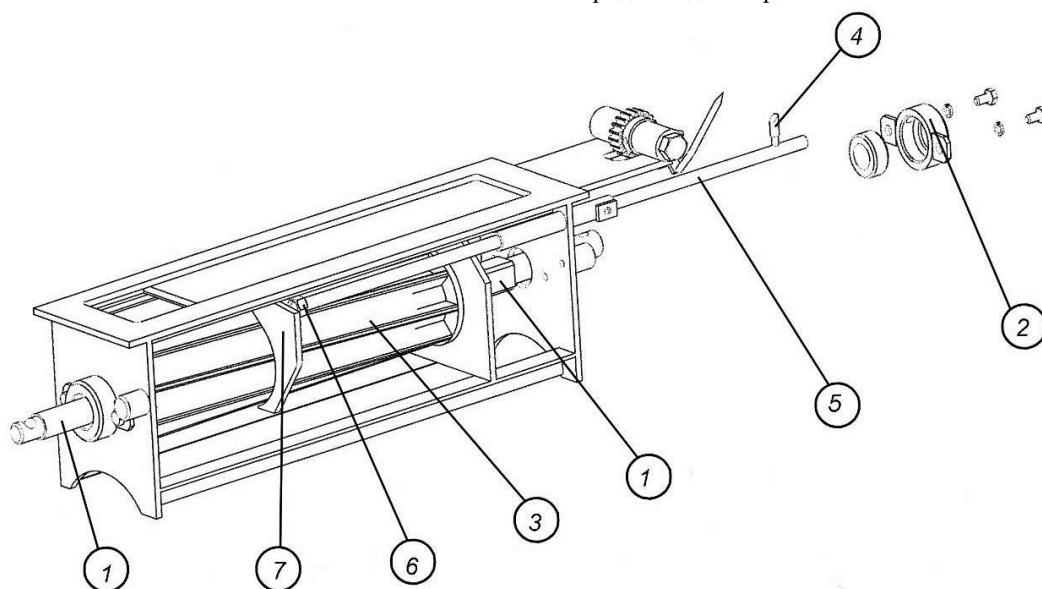

Рис.6.2.3. Снятие переднего дозатора (продолжение)
3. Открутить болты крепления подшипника скольжения 2 к задней стенке дозирующего узла (рис.6.2.3).
4. Выдвинуть квадратный вал 1 с подшипником 2 назад (см. рис. 6.2.3) и освободить дозатор. Если дозирующий узел давно не разбирался, вал 1 будет выниматься с 64-ключом 64-ением. Выкрутите указатель 4 из прутка 5. Освободить контргайку 6 и выкрутить пруток 5 из пластины 7. Вынуть пластину 7 и дозатор 3 из дозирующего узла.